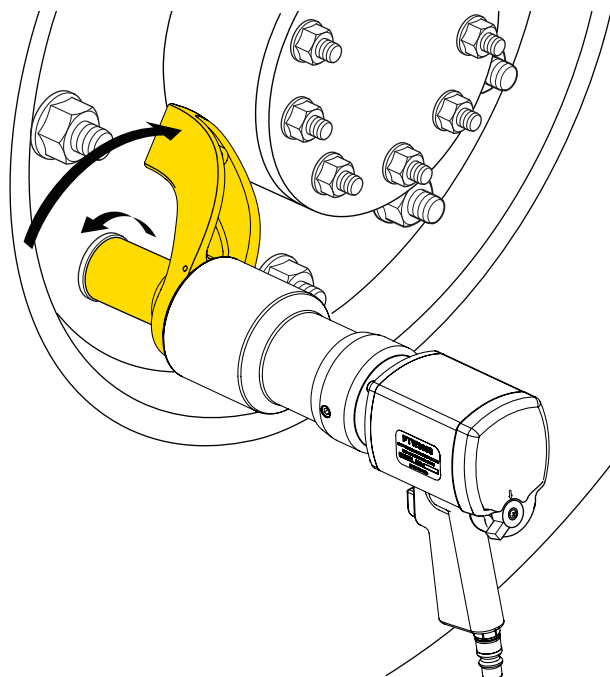

Fig. 9
10. Fig. 9 visar mothållsarmens position när fyrkantsfästet roterar moturs.
12. För att lossa ett fästdon (eller påföra moment i motsols riktning): försära dig om att justerspaken är satt i läge "R" och att mothållsarmen sitter som Fig. 9 visar. Tryck sedan ner aktiveringsknappen och håll den nedtryckt tills fästdonet lossnar.